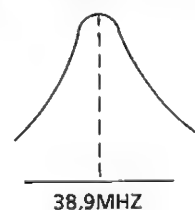

Abbildung 2-5.
1. AGC-Spannung (automatische Verstärkungsregelung (5 V oder darunter) auf Stift ⑤ des IC1901 übertragen.
2. Die Wobbel-signalleitung an Stift ⑥ des IC1901 anschließen. Die Verzweigung von C1905 und FL1901 an Masse anschließen.
3. Die Ansprechleitung an Stift ⑪ des IC1901 anschließen.
4. T1901 einstellen, um den Spitzenpunkt auszurichten (siehe Abb. 2-5).